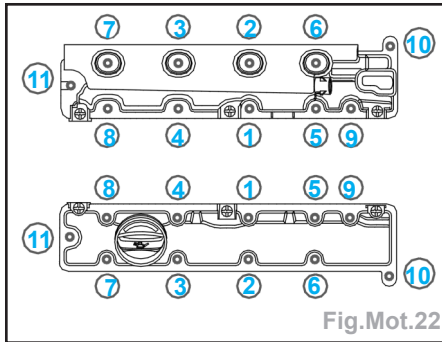

Fig.Mot.22
- Reposer les couvre-culasses équipés de joints neufs en respectant l'ordre indiqué : (Fig.Mot.22).